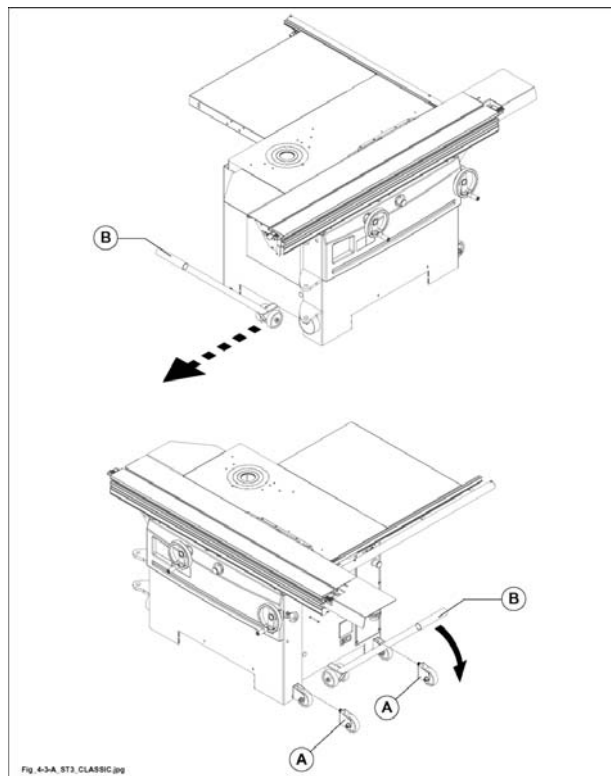

Fig. 4.3-A
- 2 ruote fisse (A fig. 4.3-A).
- 1 leva di spostamento (B fig. 4.3-A).
- 1) Utilizzare la leva (B fig. 4.3-A) per sollevare leggermente il basamento della macchina;
- 2) innestare la testa della vite presente sulle ruote fisse (A fig. 4.3-A) alle forature dei piedi del basamento come indicato in figura;
- 3) spostare la leva (B fig. 4.3-A) dalla parte opposta della macchina, inserire la leva nell'apposito attacco e procedere alla movimentazione della macchina.